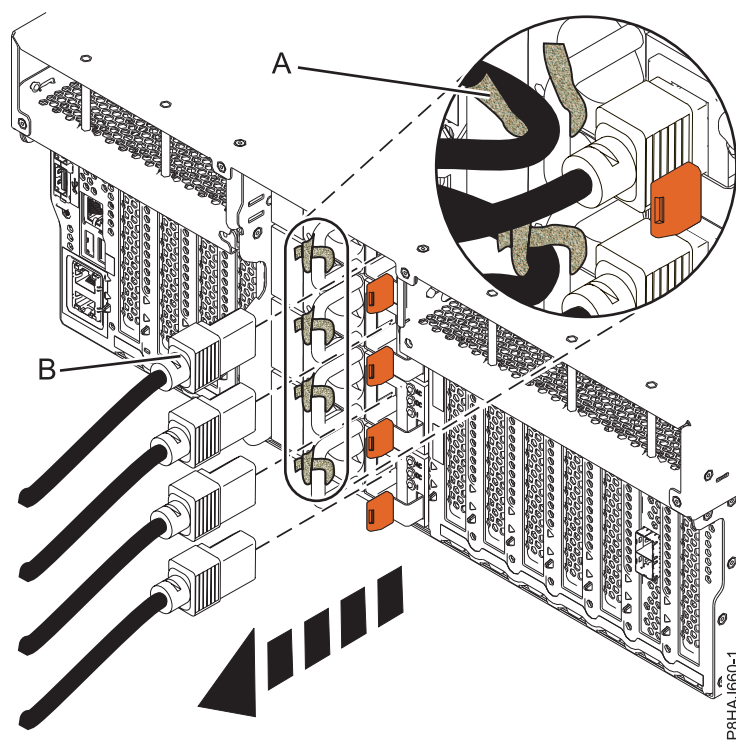
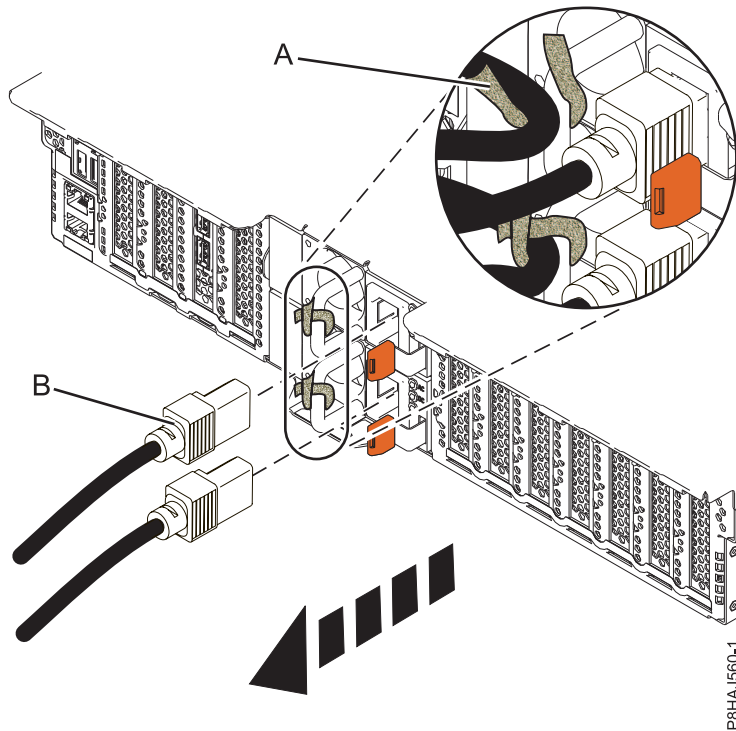
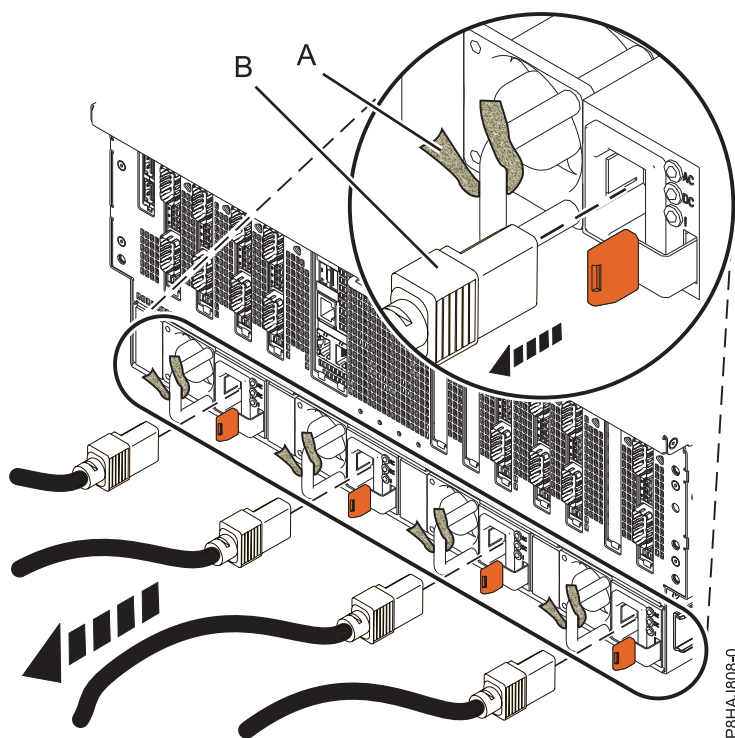

Figura 49. Remover os cabos de alimentação de um sistema 8247-42L, 8286-41A ou 8286-42A
Figura 50. Remover os cabos de alimentação de um sistema 5148-21L, 5148-22L, 8247-21L, 8247-22L, 8284-21A ou 8284-22A
Figura 51. Remover os cabos de alimentação de um sistema 8408-44E ou 8408-E8E
3. Desligue os cabos de alimentação (**B**) da unidade de sistema. Consulte as figuras Figura 49 na página 63, Figura 50 na página 63 ou Figura 51 na página 64 em função do tipo de sistema.